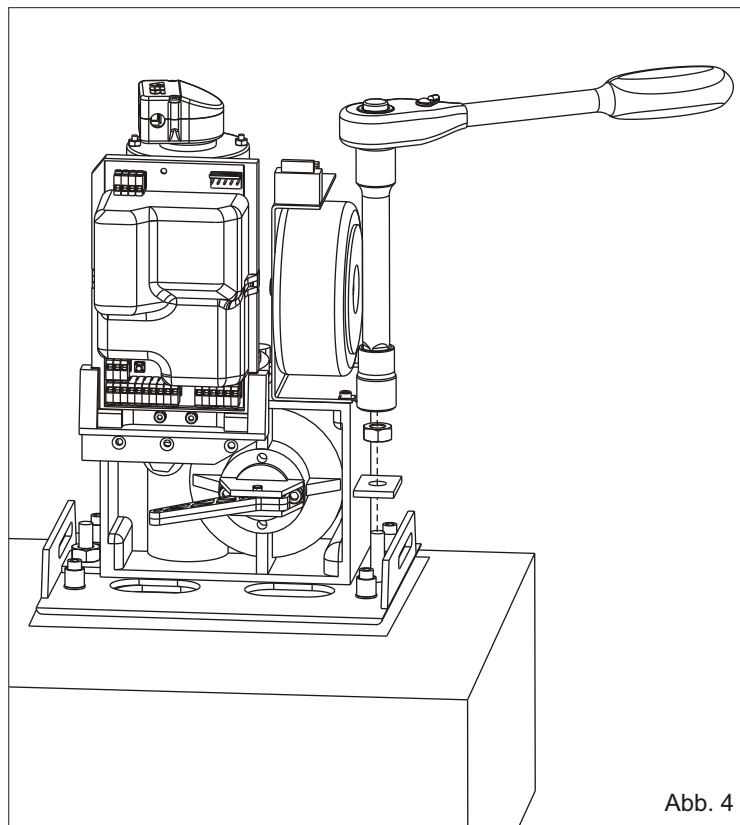

Abb. 4
**3.3.** Das Untersetzungsgetriebe mit den mitgelieferten Muttern und Unterlegscheiben an der Grundplatte befestigen (Abb.4).